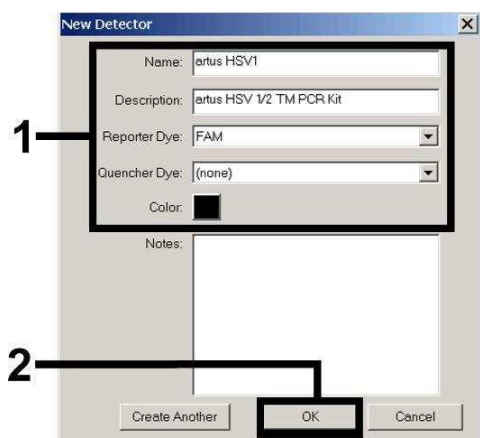
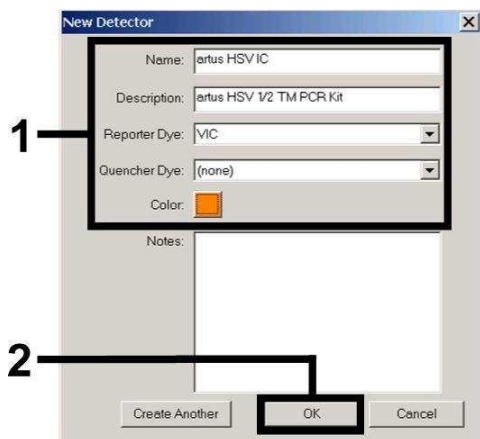
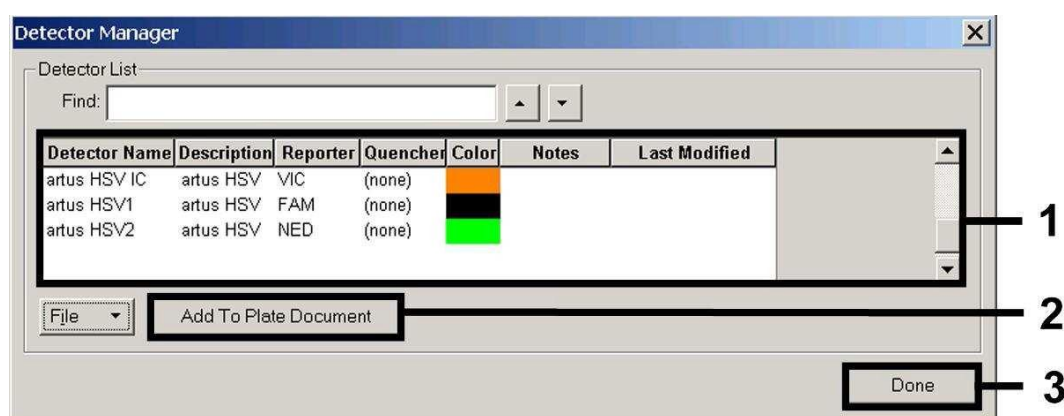

Fig. 4: Creazione del rilevatore specifico di HSV-1 (*Detector Manager*).
Fig. 6: Creazione del rilevatore specifico del *Controllo interno* (*Detector Manager*) per HSV-1/HSV-2.
Fig. 7: Selezione dei rilevatori (*Detector Manager*).
Per la rilevazione del DNA di HSV-1 e HSV-2, nella finestra visualizzata (analogamente a Fig. 4 - Fig. 6) definire rispettivamente la combinazione reporter/quencher **FAM/none** e **NED/none**, per la rilevazione del *Controllo interno* selezionare invece la combinazione **VIC/none**. Con la conferma dei dati inseriti (OK) si torna al *Detector Manager*. Evidenziare i rilevatori appena creati e trasferire al *Well Inspector* ogni selezione, facendo clic sull'opzione *Add to Plate Document* (vedi Fig. 7). Chiudere la finestra (*Done*).